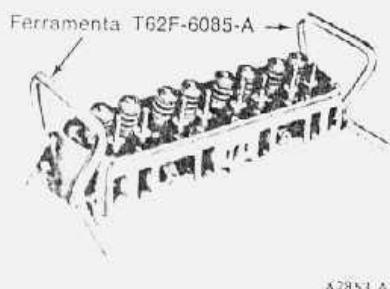

fig. 11 — alças de levantamento do cabeçote
6. Instalar as alças para levantar o cabeçote (fig. 11). Remover os coletores de escapamento para obter acesso aos parafusos inferiores. Remover os parafusos de fixação do cabeçote e retirar o cabeçote. Retirar a junta e inutilizá-la.